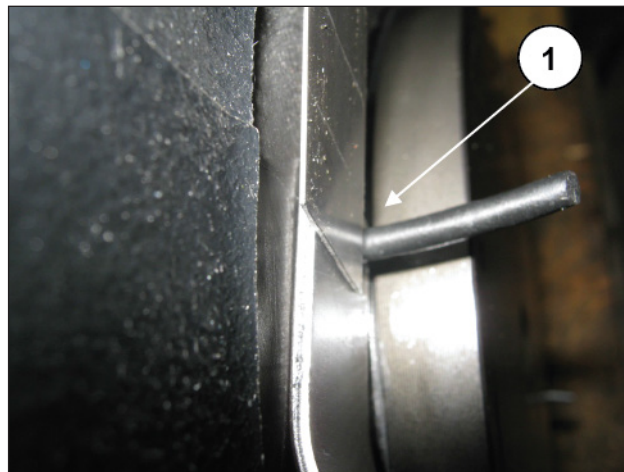
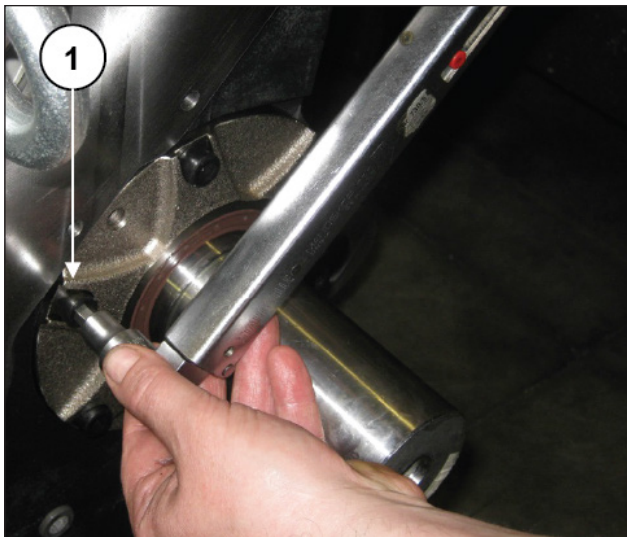
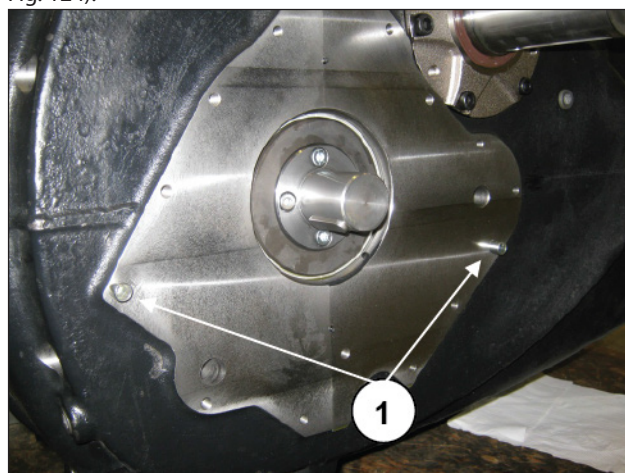

Fig. 114
Fig. 120
Fig. 125
Umettare con sigillante siliconico tipo MOTORSIL D (Arexons) tutte le zone di sporgenza delle tenute OR a contatto con le guarnizioni piane (Fig. 114, pos. ①).
Montare il coperchio albero a gomiti con relativa guarnizione (previa umettatura degli OR sporgenti con sigillante siliconico - vedere Fig. 114 - e serrare la viti di fissaggio M8 (pos. ①, Fig. 120 - Fig. 121).
Montare la guarnizione piana (pos. ①, Fig. 125) previa umettatura degli OR sporgenti con sigillante silconico (vedere Fig. 114).